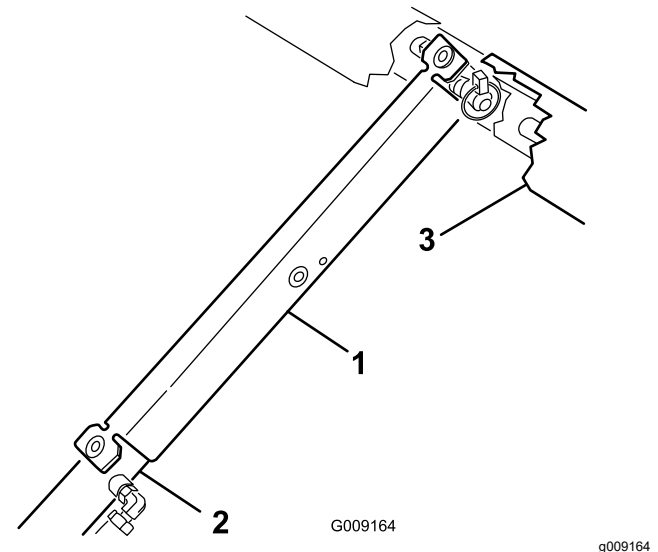

Bild 33
3. Schieben Sie die Ladepritschenstütze auf die Zylinderstange. Achten Sie darauf, dass die Stützenendnasen auf dem Ende der Zylindertrommel und auf dem Ende der Zylinderstange aufliegen (**Bild 33**).